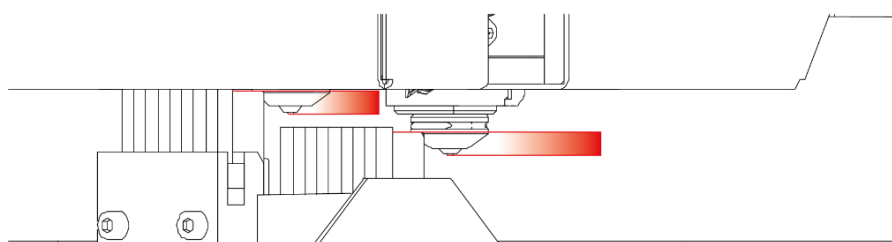

Рис. 15. Планки очистной станции неправильно отрегулированы относительно сопел в модуле - расстояние слишком маленькое
2. Расстояние между соплом и планкой станции слишком мало - планка слишком сильно перекрывает крышку сопла (рис. 15).
- в случае, показанном на рис. 15, опустить очистную станцию.